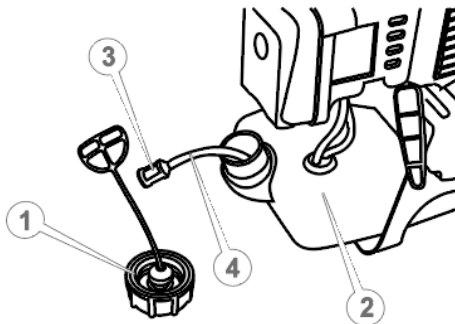

Рисунок 18. Схема обслуговування паливного фільтра
1. Відкрити кришку (1, рис. 18) заливної горловини паливного бачка (2, рис. 18) та обережно вийняти кришку з бачка.
2. Використовуючи дротяну петлю, обережно витягнути паливний фільтр (3, рис. 18).
3. Від'єднати паливний фільтр від паливопроводу (4, рис. 18).